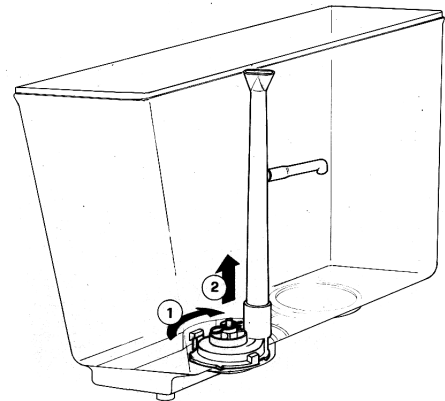

Bild 4
- 2 - **HT11 - HT20PS Linien:** den Pumpensatz durch Drehen (1) im Uhrzeigersinn und Hochheben (2) aus dem Gefäß entfernen. Das Ausgussrohr und das L-Rohr abmontieren. Um das Pumpenrad und die Spindel aus dem Pumpenaggregat zu lösen, den speziellen Haltestift entfernen (Bild 4).